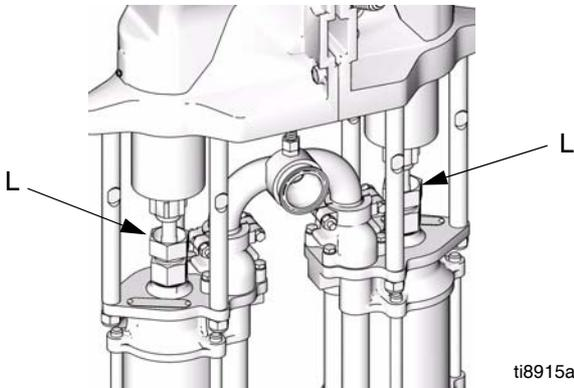

FIG. 8. Rellene las copas húmedas (E-Flo 2000/3000/4000 mostrado)
Diariamente, compruebe que las copas húmedas de la bomba (L) estén llenas de líquido de sello para roscas (TSL) Graco 206994. Vea FIG. 8.